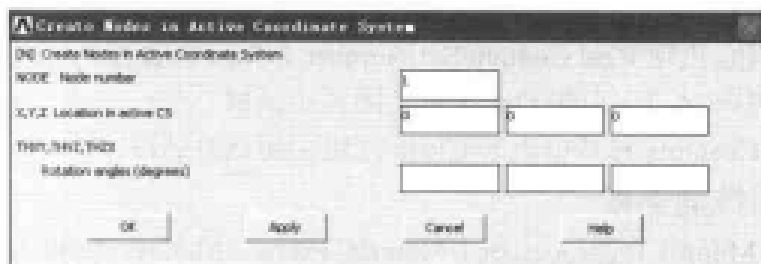

图 9-66 生成节点对话框
(3) 选择 Main Menu | Preprocessor | Modeling | Create | Nodes | In Active CS 命令，出现 Create Nodes In Active Coordinate System 对话框，在文本框中分别输入节点编号 1 和节点坐标 0、0、0，如图 9-66 所示，单击 Apply 按钮，重新输入节点编号 2 和节点坐标 1.25、0、0，单击 OK 按钮关闭该对话框。